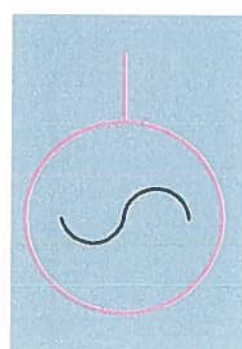

Fig. 7.107
4. Sursa electrică este într-o stare „**necunoscută/nedefinită**”. Această stare este determinată fie de poziția „**necunoscută/nedefinită**” a unui echipament de comutație aferent celulei, fie de întreruperea comunicației dintre TNCC și UCCP . În această situație cercul aferent simbolului sursei va fi reprezentat cu culoarea magenta indiferent de nivelul de tensiune. Fig. 7.107